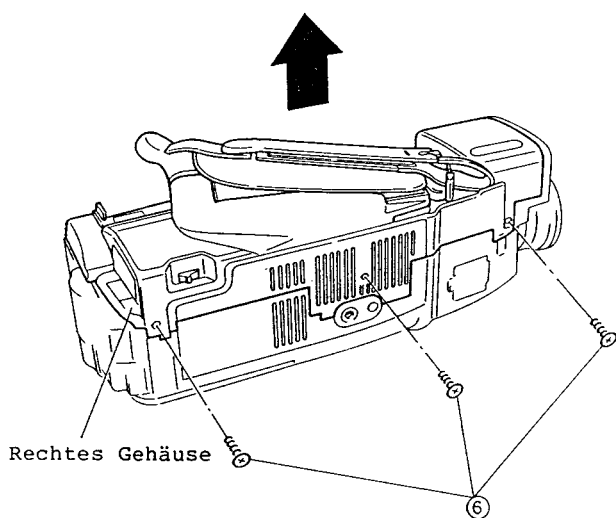

Abb. 2-9
6. Drei (3) Befestigungsschrauben des rechten Gehäuses entfernen (siehe Abb. 2-9).